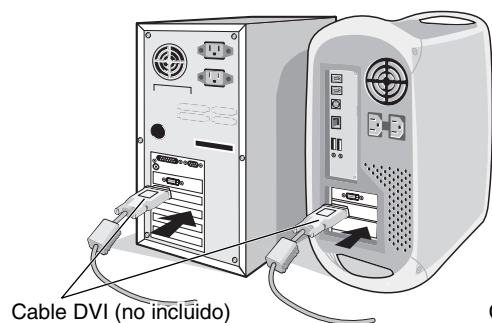

Figura A.1
2. **Para un PC o MAC con salida digital DVI:** conecte el cable de señal DVI de enlace doble al conector de la tarjeta de visualización de su sistema (**figura A.1**). Apriete todos los tornillos.